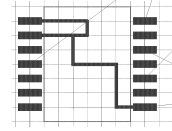

Рис. 48
- с целью проверки введения дополнительной вершины переместить нижний участок вертикального проводника на три дискрета вправо, щелкнув LB на кнопке Move ПИ и в точках 118,75/85 и 121,25/85 (рис. 48).